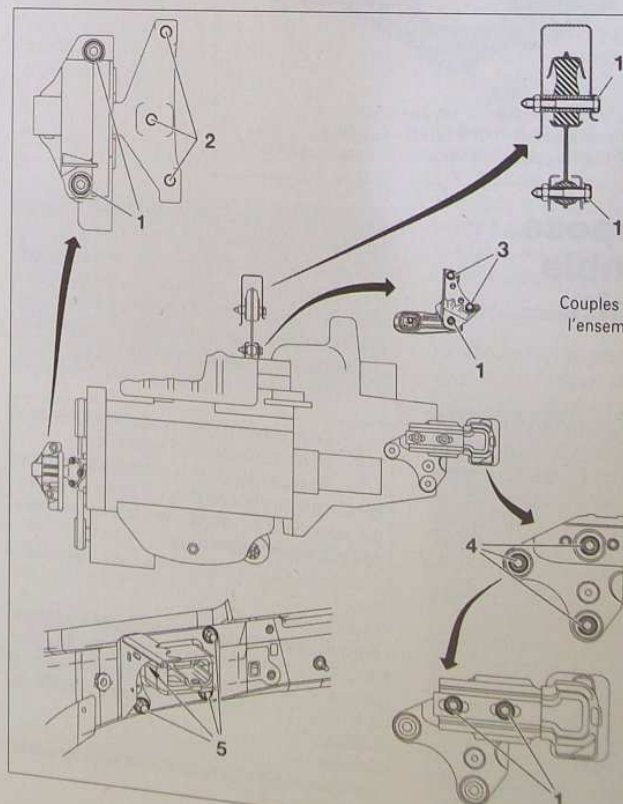

FIG. 47
- respecter les couples de serrage prescrits et notamment ceux des supports de l'ensemble moteur-boîte (Fig.47).